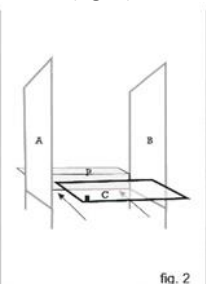

fig. 2
- Inserire il piano in rete C (fig. 2), incassandolo tra le pareti (fare in modo che il perno sia sul davanti)